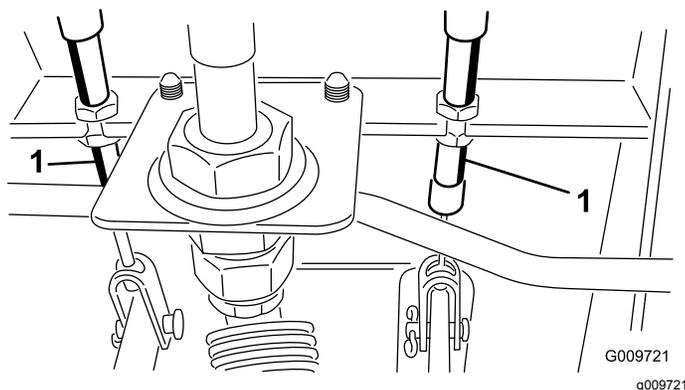

Рисунок 99
- A. Отпустите переднюю гайку на резьбовом конце троса тормоза (Рисунок 99).